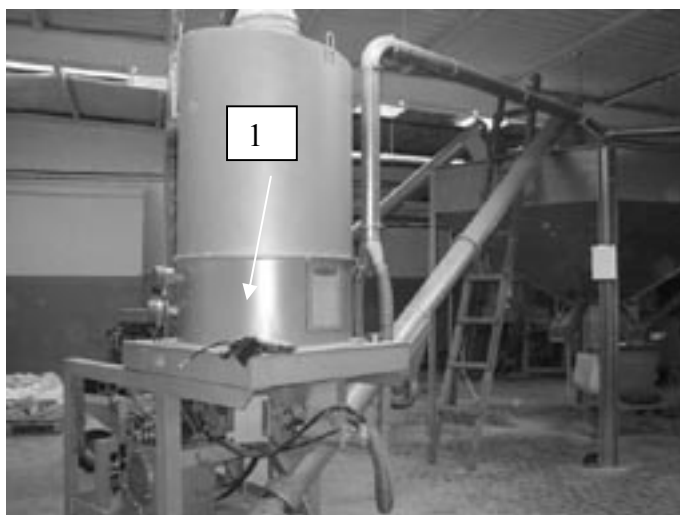
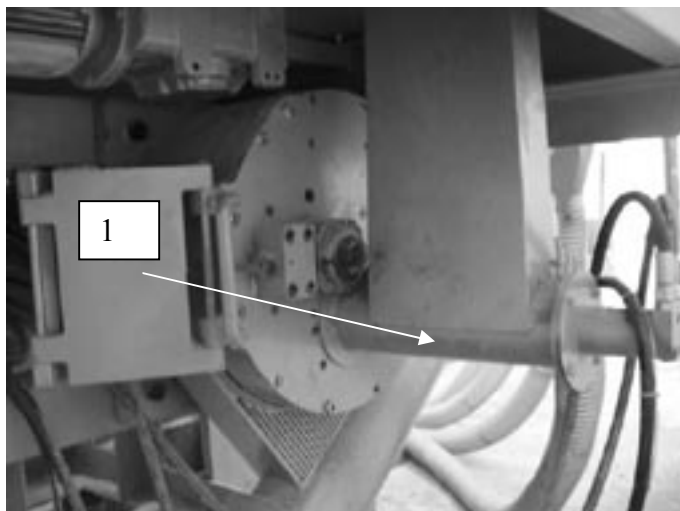

Рисунок 3
Рисунок 4
2.1.4 Из бункера на грануляторе рис.3 (1) с помощью червячного транспортёра сырьё попадает непосредственно в камеру пресс-гранулятора рис.4(1)